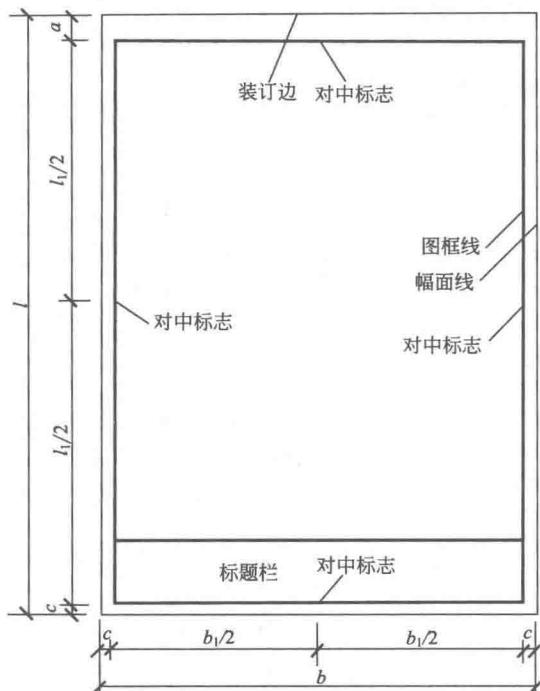
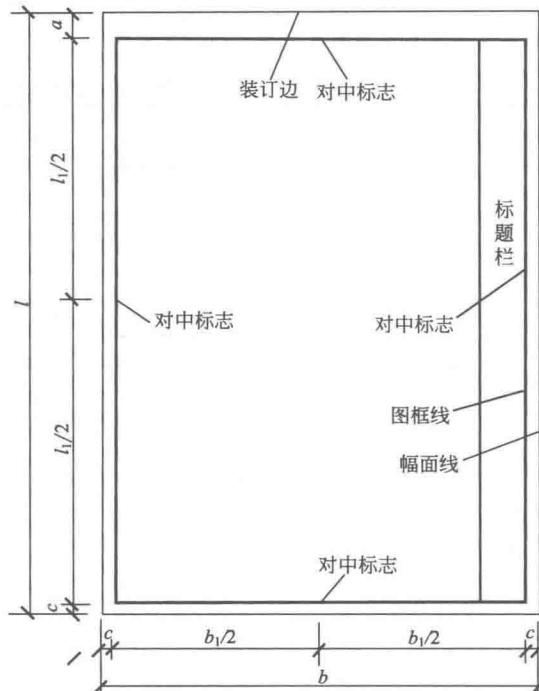

图 2-3 A0~A4 立式幅面 (一)
图 2-4 A0~A4 立式幅面 (二)
② 立式使用的图纸应按如图 2-3、图 2-4 所示的形式布置。